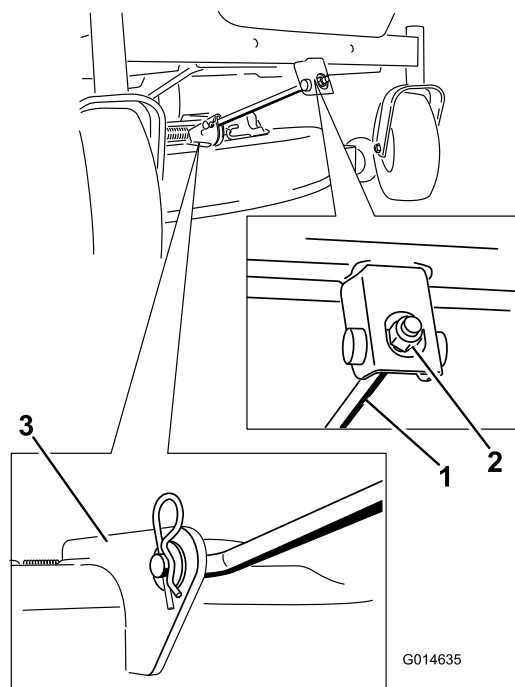

Figure 70
5. Retirez la goupille fendue de la tige de support avant et déposez la tige du support de plateau (Figure 70).
8. Fixez la tige de support avant au plateau de coupe à l'aide de l'axe de chape et de la goupille fendue (Figure 70).